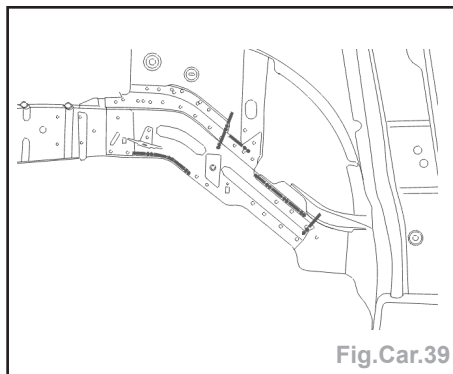

Fig.Car.39
- Découper par meulage des cordons (Fig.Car.39).